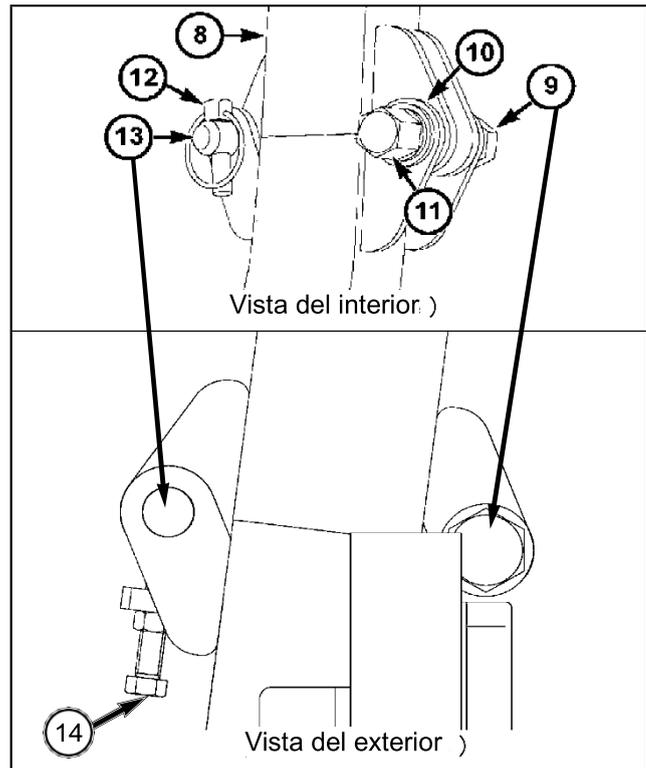

FIG. 4-36
FIG. 4-36: Coloque el chasis superior (8) por encima del chasis inferior del arco de seguridad. Instale los pernos de tope (9) en la parte trasera del chasis con ayuda de las arandelas (10) y de las tuercas (11) fijadas en el interior. Instale los pasadores de tope (12) y los ejes de conexión (13) en la parte delantera del chasis con los ejes de articulación hacia el interior.